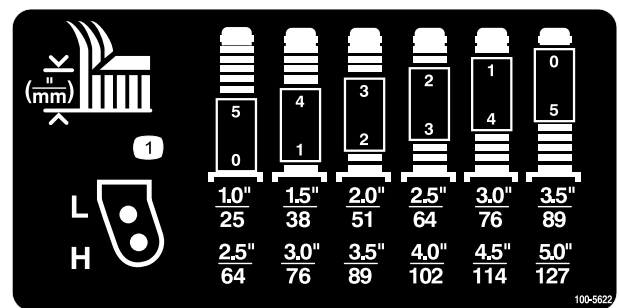

図 7
2. 左右のキャスト・フォークの同じ穴にキャスト・ホイールの軸をセットする。セッティング用の穴の選択については 図 6 および 図 7 を参照してください。
刈高と、必要なシムの組み合わせとの関係は図 7にて確認してください：